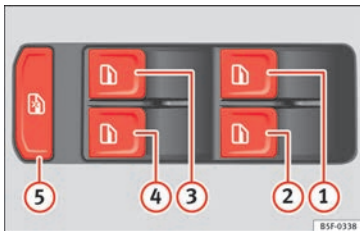

Abb. 97 Detail der Fahrertür: Bedienungstasten für die Fenster (Fahrzeug mit 5 Türen und elektrischen Fensterhebern vorne und hinten).
Die Tasten »» **Abb. 97** ①, ②, ③ und ④ weisen zwei Stufen zum Öffnen und zwei zum Schließen des Fensters auf. Dadurch ist es einfacher, die Öffnungs- und Schließvorgänge zu kontrollieren.